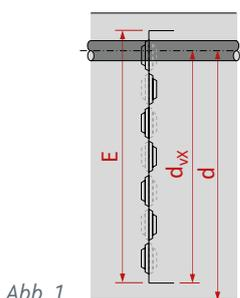
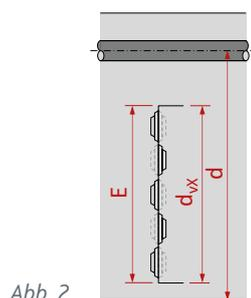

Abb. 1
Abb. 2
Damit gelten für den Querkraftnachweis der PYRAX® Fuge der unveränderte Materialkennwert $\tau_{cd,X} = 1.0 \tau_{cd}$ sowie die Faktoren k_d nach Gl.(36)₂₆₂ und k_g nach Gl.(37)₂₆₂. Die für die Aufnahme der Querkraft in der Fuge wirksame statische Höhe d_{vX} ist gemäss Abb.1 und Abb.2 mit Berücksichtigung der Blechabmessungen zu bestimmen.
- > Bei Teilverzahnung des Querschnitts darf für d_{vX} maximal die Blechbreite E eingesetzt werden (Abb. 2).